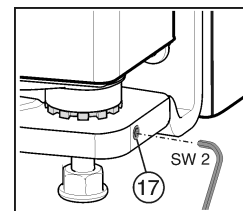

Fig. 29
- Desenrosque un poco el pasador de rosca Fig. 29 (17) (como máximo una vuelta).
- Vuelva a apretar el pasador de rosca Fig. 29 (17) para fijar el perno de cojinete.